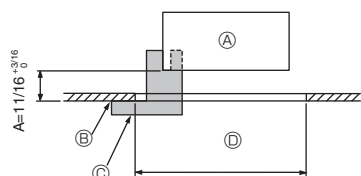
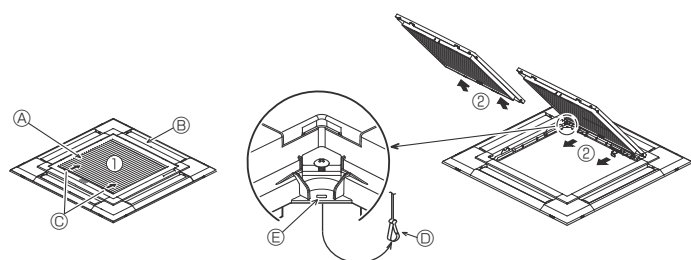
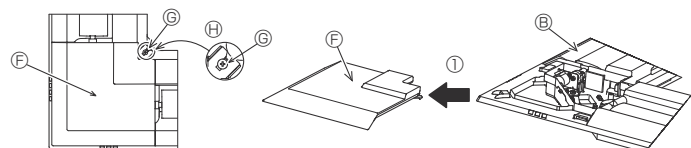

Fig. 9-2
Fig. 9-3
Fig. 9-4
①	Dimensiones de la rejilla	1	950 × 950 (mm), 37-3/8 × 37-3/8 (pulgadas)
②	Calibre de instalación	1	(Dividido en 4 partes)
③	Tornillo (4 × 16)	1	para PLA-A-EA*
④	Panel angular del i-see sensor	1	para PLA-A-EA*
9.2. Preparación para conectar la rejilla (Fig. 9-2)
- Con el calibre ② que se entrega con este equipo, ajuste y compruebe la posición de la unidad principal en relación con la superficie del techo. Si la unidad principal no está colocada en el techo de forma adecuada, podrían producirse escapes de aire o generarse condensación.
- (A) Unidad principal
- (B) Superfici del techo
- (C) Calibre de instalación ② (insertado en la unidad principal)
- (D) Dimensiones de apertura del techo
9.2.1. Extracción de la rejilla de admisión (Fig. 9-3)
- Deslice las palancas en la dirección indicada mediante la flecha ① para abrir la rejilla de admisión.
- Con la rejilla de admisión en posición "abierta", extraiga la bisagra de la rejilla de admisión de la rejilla tal y como se indica mediante la flecha ②.
9.2.2. Extracción del panel angular (Fig. 9-4)
- Aloje los 4 tornillos de la esquina. Deslice el panel angular en la dirección indicada por la flecha ① de la imagen y retírelo.
[Fig. 9-3] [Fig. 9-4]